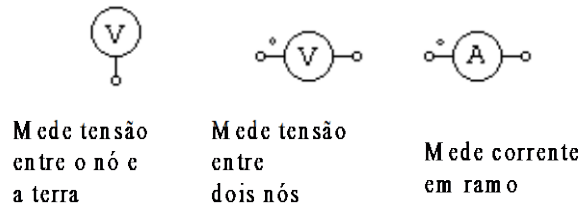

Figura 2: tipos de pontas de prova (probes)
- as tensões e correntes instantâneas podem ser coletadas para posterior visualização utilizando-se as pontas de prova (probes), exibidas na Figura 2;
**\*\*\*\* O aluno deve neste ponto certificar-se que entendeu qual a diferença entre os probes da Figura 2 (osciloscópios) e os medidores da Figura 5 (amperímetros, voltímetros, wattímetros etc.)\*\*\*\***